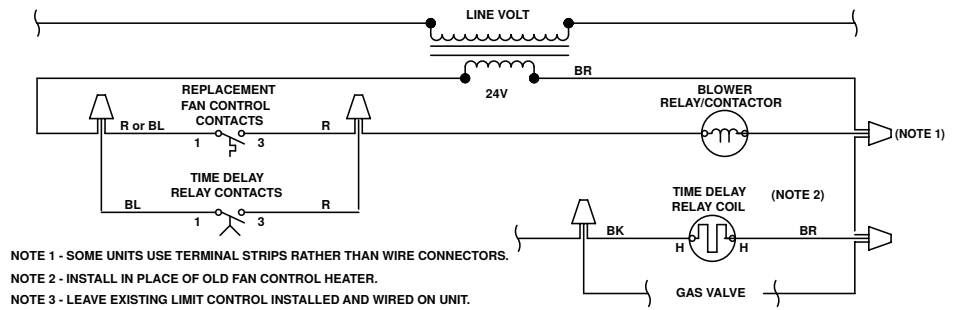

Figure 31. Schéma de câblage pour le contrôle de ventilateur
8. Branchez les fils du relais temporisé conformément au schéma de câblage illustré à la Figure 31.